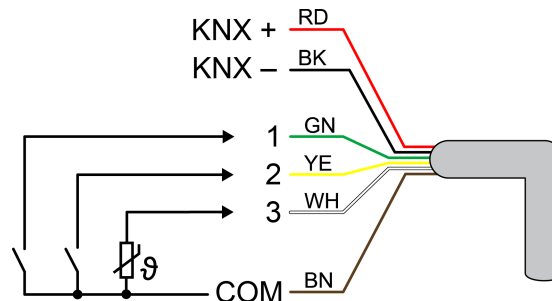

рисунок 2: Распределение подключений управляющей линии (пример)
- При необходимости подключите беспотенциальные контакты или датчики оттаивания/утечки на входы 1...3 или датчик температуры на вход 3 (рисунок 2).